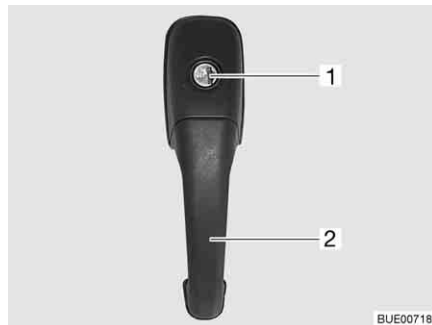

Fig. 25 Serratura della porta di ingresso, lato esterno
- Inserire la chiave nel cilindro della serratura (Fig. 25,1) e ruotare fino a quando la serratura della porta si sblocca.
- Tirare la maniglia della porta (Fig. 25,2). La porta è aperta.
- Inserire la chiave nel cilindro della serratura (Fig. 25,1) e ruotare fino a quando la serratura della porta si blocca.